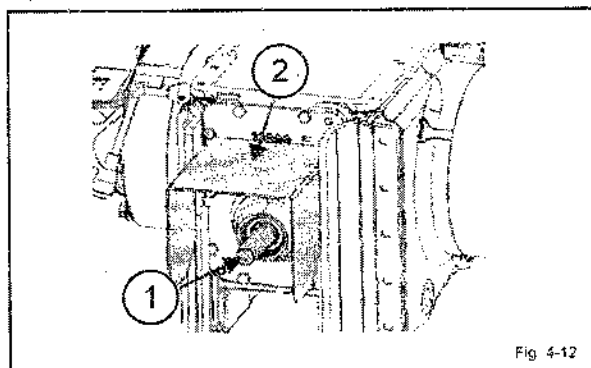

Fig 4-12
- **NUNCA** operar a tomada de força sem a proteção do eixo 1 (Fig 4-12) ou a câpa 2 (Fig.4-12). Estas peças protegem as pessoas de lesões.